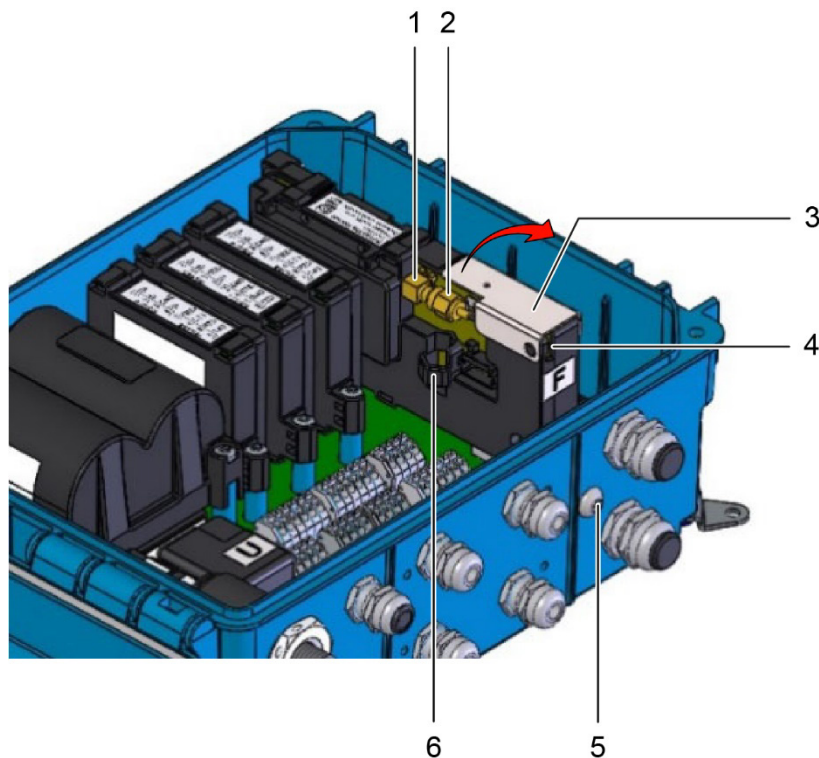

Abb. 59: Anschluss einer externen Antenne
- Die SIM-Kartenabdeckung (Abb. 59, Pos. 3) hochklappen und die Seitenwände der Abdeckung etwas aufdrücken, um sie komplett zu entfernen.
- Den festen Teil des Anschlusses (Abb. 59, Pos. 1) mit einem flachen Schlüssel Größe 7 festhalten, damit der Teil nicht von der Leiterplatte rutscht, und die Mutter des Anschlusses der internen Antenne (Abb. 59, Pos. 2) mit einem Schlüssel Größe 8 lösen.
- Die Anschlussmutter (Abb. 59, Pos. 2) abschrauben und in den Halter in der Abdeckung (Abb. 59, Pos. 6) einsetzen.
- Die Blindkappe (Abb. 59, Pos. 5) am Gehäuseboden entfernen.
- Das HF-Kabelübergangsstück installieren. Den Stecker des Kabelübergangsstücks mit der Gummiringdichtung in die Blindkappenöffnung (Abb. 59, Pos. 5) einsetzen und außerhalb des Gehäuses mit Mutter und Unterlegscheibe befestigen. Die Mutter vorsichtig anziehen (0,7 Nm) und dabei den festen Teil des Anschlusses mit dem Schlüssel festhalten. Dann das andere Ende des HF-Kabelübergangsstücks mit dem Anschluss auf der Modemkarte verbinden. Dabei das Kabel durch die Schlitz-Öffnung (Abb. 59, Pos. 4) im Modemgehäuse führen.
- Die SIM-Kartenabdeckung (Abb. 59, Pos. 3) wieder anbringen und schließen.